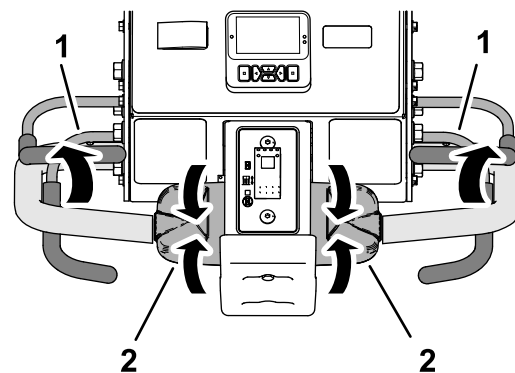

Figura 91
1. Suelte el control de tracción, deje que se mueva hasta la posición de PUNTO MUERTO y suelte la barra de presencia del operador (Figura 91).